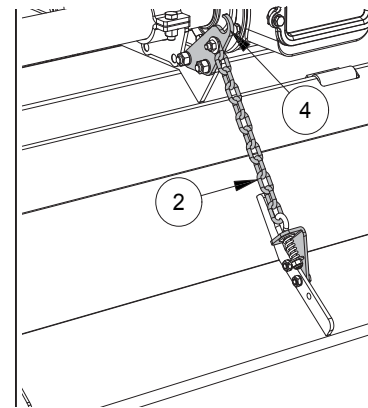

FIG. 17
Pour niveler et émietter encore mieux le sol, la machine est dotée d'une capot (1, "Fig. 17") placée à l'arrière des dents et réglable en hauteur à l'aide de une chaîne (2). Il est conseillé de commencer le travail avec le capot en position